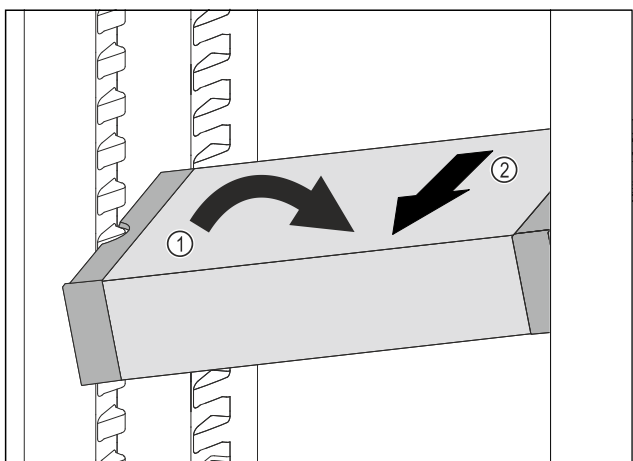

Fig. 98
- VarioSafe postavte v chladničce šikmo. Fig. 98 (1)
- VarioSafe odeberte směrem dopředu. Fig. 98 (2)